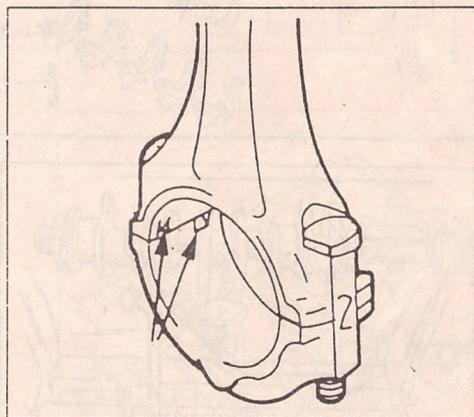

Рис. 64. Оба выступа на вкладышах должны быть на показанной на рисунке стороне. Номер шатуна находится на другой стороне.
- Установить в шатунный подшипник вкладыши так, чтобы их выступы вошли в пазы шатунов (рис. 64) и хорошо смазать поверхность подшипника маслом (не пользоваться при этом кисточкой). Осторожно установить шатун на шейку коленчатого вала.